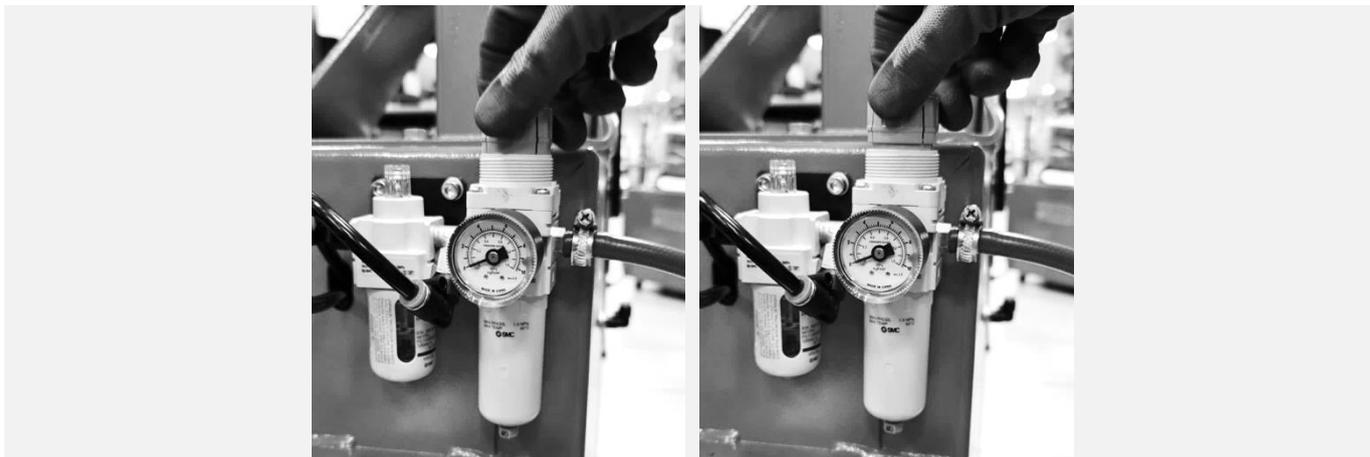

Рисунок 30
**7.6.2** Выполнить регулировку давления сжатого воздуха в пневматической системе станка. Для этого поднять колпачок регулятора вверх (см. Рисунок 30) и, плавно вращая регулятор,